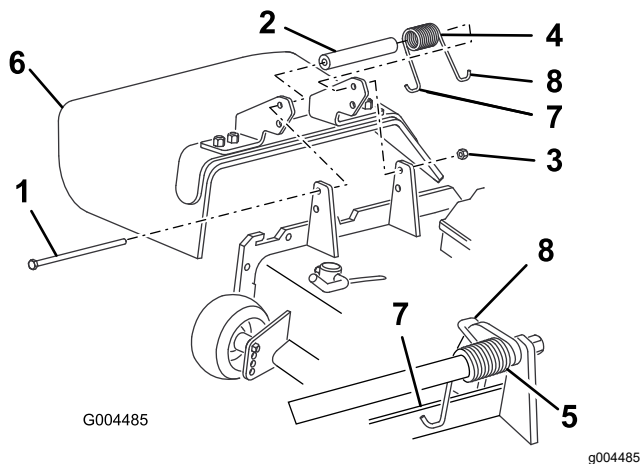

Figure 27
2. Retirez le contre-écrou, le boulon, le ressort et l'entretoise qui fixent le déflecteur aux supports de pivot (Figure 27). Enlevez le déflecteur s'il est endommagé ou usé.
3. Placez une entretoise et un ressort entre les supports du déflecteur d'herbe de rechange (Figure 27). Accrochez l'extrémité en J gauche du ressort derrière le bord de l'unité de coupe.
Remarque: Prenez soin de placer une extrémité en J gauche du ressort derrière le bord de l'unité de coupe avant de mettre le boulon en place, comme montré à la Figure 27.
4. Remettez le boulon et l'écrou en place. Accrochez l'extrémité en J droite du ressort au déflecteur d'herbe (Figure 27).